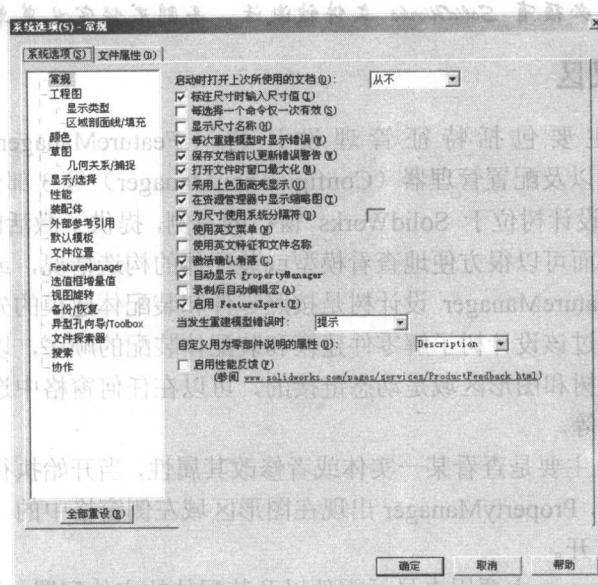

图 1-14 “系统选项”对话框
- (1) 执行命令。执行【工具】→【选项】菜单命令，此时系统弹出如图 1-14 所示的“系统选项”对话框。